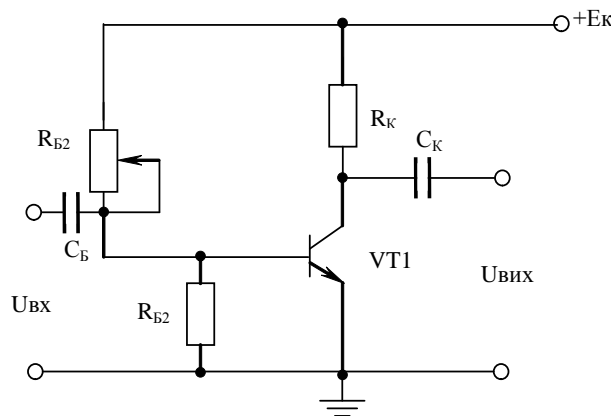

Рисунок 1
1. Зібрати схему транзисторного підсилювача (рис.1) з наступними вихідними даними: